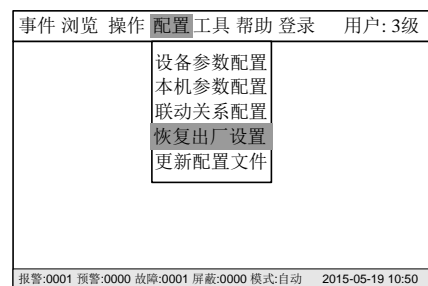

图 21-2
2. 按“→”键选择“配置”子菜单（图 21-2），选择“恢复出厂设置”，然后按“OK”键。